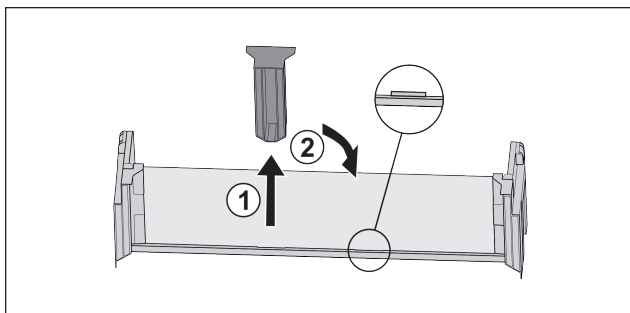

Fig. 17
- ▶ Stáhněte prostřední přídržný díl Fig. 17 (1).
- ▶ Vložte prostřední přídržný díl do druhé polohy Fig. 17 (2).